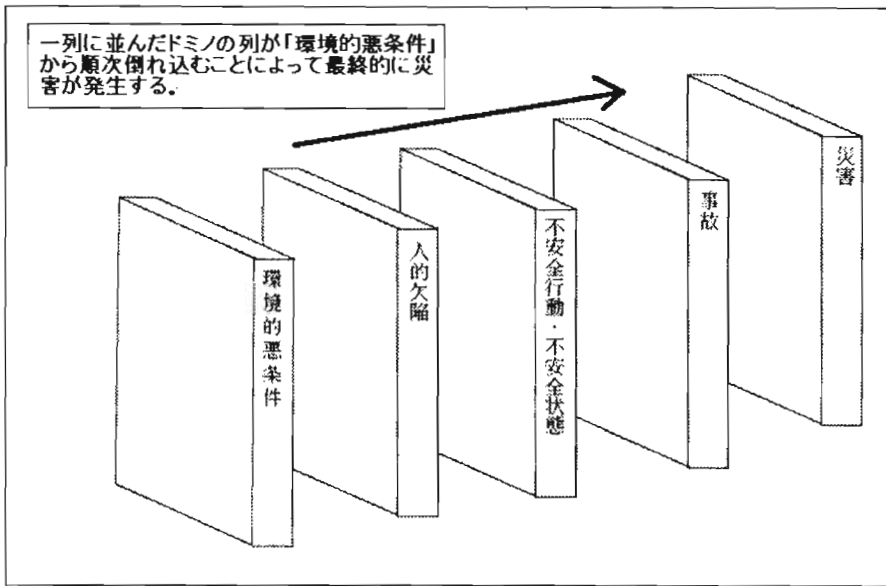

図1 「ハインリッヒの五つの駒」
を構成しているとして図1のようなモデルを示しました。
図1によれば、災害とは、①環境的悪条件、②人的欠陥、③不安全な状態や不安全な行動、④事故、⑤傷害（災害）、の順に、これらの事項があたかも一列に並べられたドミノの列のように次々と倒れ込むことによって発生するとしています。そして、ハインリッヒはこの中の一つの要因を取り除くことで災害は防ぐことが出来、特に「不安全な状態」や「不安全な行動」を取り除くことが重要であるとしています。